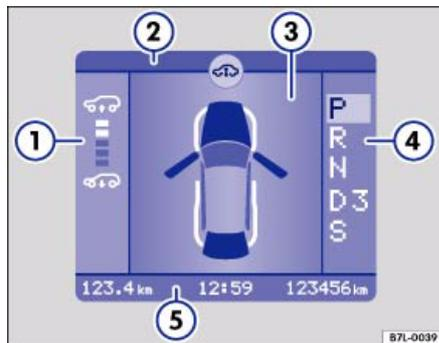

Abb. 7 Farbdisplay mit Anzeigebereichen
Der Tageskilometerzähler befindet sich im Tachometer ⑩ oder im unteren Bereich des Farbdisplays ⇒ Seite 11, Abb. 7 ⑤.
Der Kilometerzähler befindet sich im Tachometer ⑩ oder im unteren Bereich des Farbdisplays ⇒ Seite 11, Abb. 7 ⑤. Dieses Zählwerk registriert die gesamt zurückgelegte Fahrstrecke des Fahrzeuges. ◀
Das Farbdisplay ist in mehrere Bereiche unterteilt ⇒ Abb. 7.